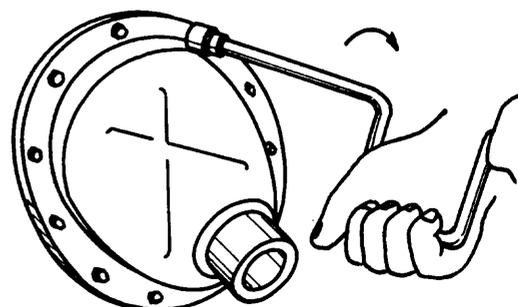

Fig. 6
- c Coloque la tapa de distribución e instale y apriete los tornillos (fig. 6).